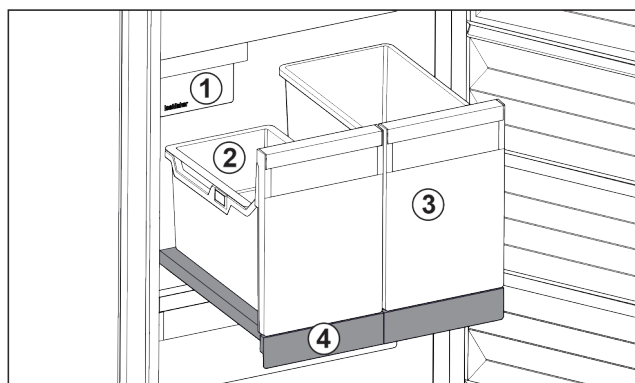

Fig. 40 Utdragshylla med IceTower
Det finns två stora behållare på utdragshyllan (IceTower). I behållaren Fig. 40 (2) lagras och samlas istärningar från IceMaker. Behållaren Fig. 40 (3) är avsedd för förvaring av höga livsmedel som pizzor eller alkoholhaltiga drycker.